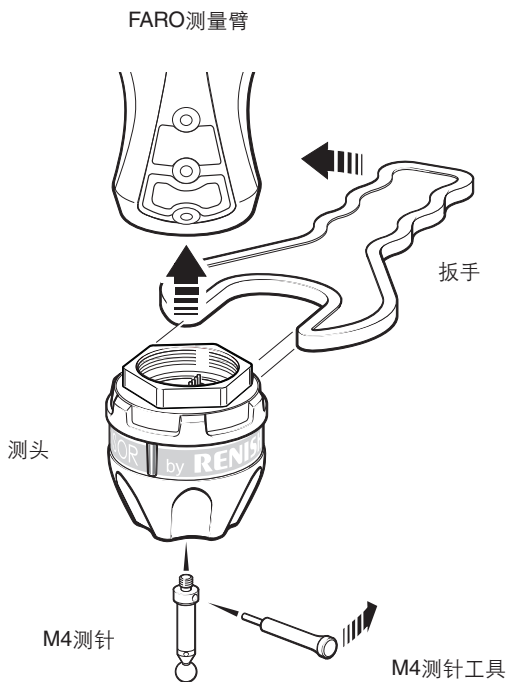

图3 — 将FARO传感器装配在测量臂上
将FARO传感器装配在测量臂上的步骤如下（参见图 3）：
2. 如图3所示，将（随配的）扳手放在测头体上。
将测针装配在FARO传感器上的步骤如下（参见图3）：